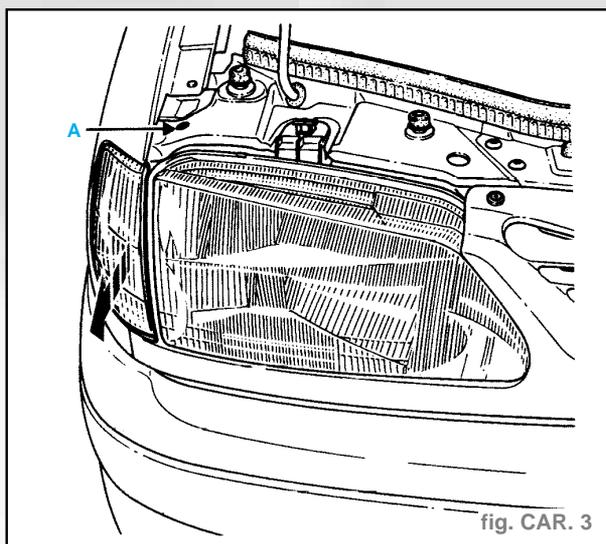

fig. CAR. 3
- Dévisser légèrement la vis de fixation (Étoile 20) du feu indicateur de direction, en passant un tournevis par le trou (A) (fig. CAR. 3).